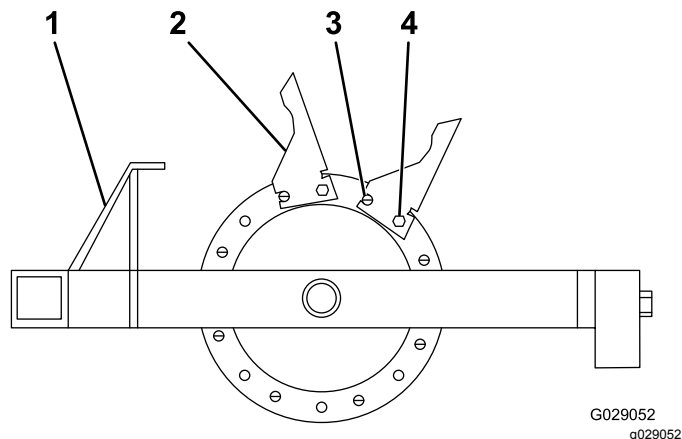

Figura 9
1. Iniziate dall'elemento fuso esterno e installate le fustelle come illustrato in Figura 9.
2. Installate tutte le 8 fustelle sull'elemento fuso, mediante un perno cilindrico e i bulloni ($\frac{1}{2}$ " x $1\frac{3}{4}$ "), assicurandovi che il perno cilindrico si trovi nella posizione anteriore (Figura 9).